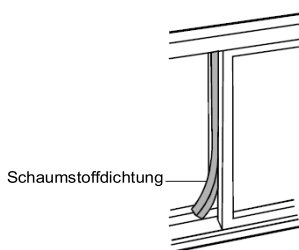

Abb.15
5. Schneiden Sie die Schaumstoffdichtung auf die entsprechende Länge und dichten den offenen Spalt zwischen dem oberen und äußeren Fensterflügel ab. Gezeigt in Abb.15.